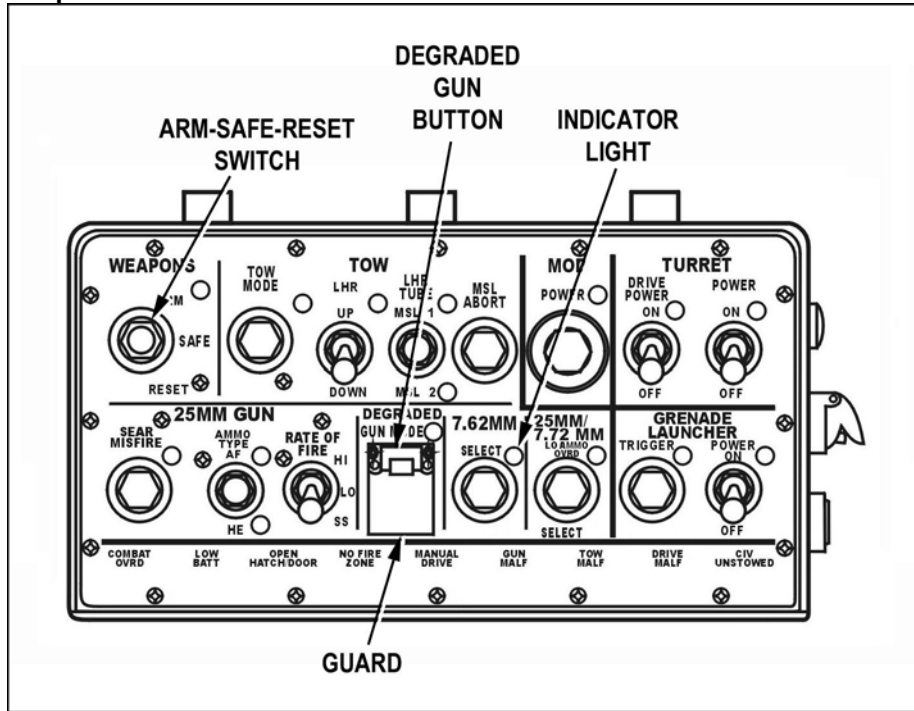

Figure 19. DEGRADED GUN button.
- a. Lift the red guard and momentarily press the DEGRADED GUN button (Figure 19).